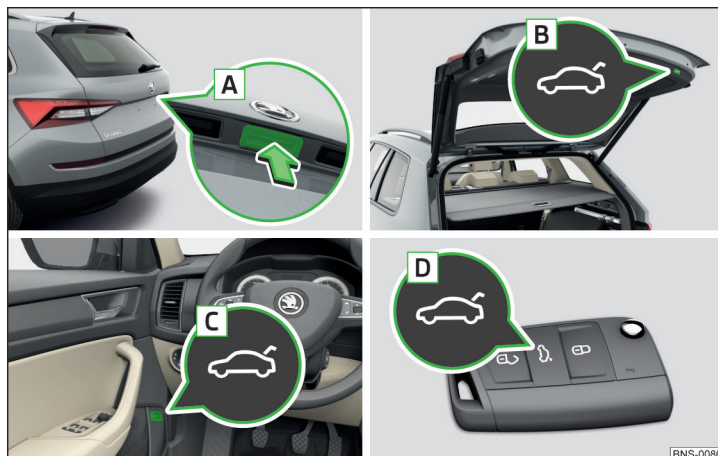

Fig. 59 Operarea capotei
- ▶ Prin apăsarea mânerului **A** » fig. 59.
- ▶ Prin apăsarea tastei **B** » fig. 59.
- Tasta **A** » fig. 59 este dezactivată la pornire, resp. începând de la o viteză de 5 km/h. După oprire și deschiderea unei portiere, butonul este activat din nou.
- Mențineți apăsat butonul **B** » fig. 59 la pagina 68, până când se emite un semnal acustic.
Capacul nu reacționează la semnalul de deschidere	Îndepărtarea unui eventual obstacol (de ex. zăpadă), redeschiderea capotei » pagina 68 Apăsarea mânerului A » fig. 59 la pagina 68 și tragerea capotei înspre în sus